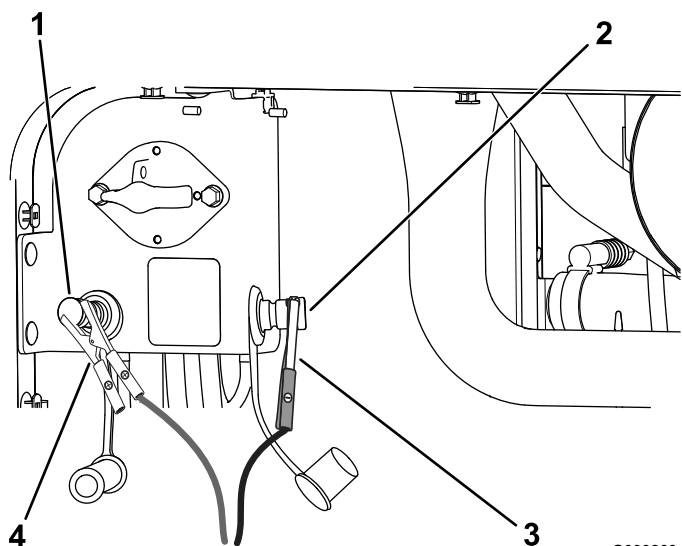

Figura 106
4. Ligue o cabo de arranque positivo (+) ao polo de arranque positivo (Figura 106).
5. Ligue o cabo de arranque negativo (-) ao polo de arranque negativo (Figura 106).
7. Quando o motor ligar, peça à outra pessoa que desligue o cabo de arranque negativo (-) do polo de arranque negativo e depois desligue o cabo de arranque positivo (+) (Figura 106).